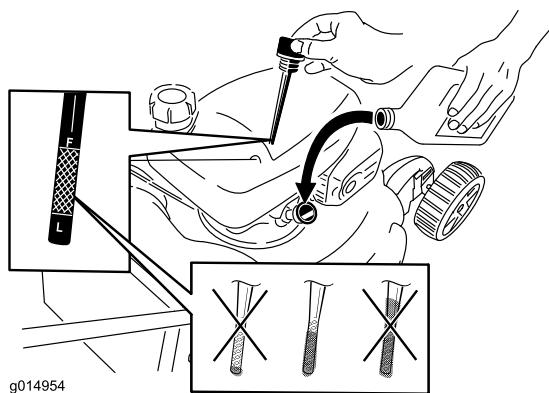

Figura 15
1. Togliete l'asta di misurazione del livello dell'olio, asciugatela ed inseritela a fondo nel foro (Figura 15).
2. Estraete l'asta e controllate il livello dell'olio (Figura 15). Se il livello dell'olio è inferiore alla tacca **Add** sull'asta, versate lentamente dell'olio nel foro del bocchettone fino a portarne il livello alla tacca **Full** sull'asta. **Non riempite troppo.** (Riempimento massimo: 0,59 litri, tipo: olio detergente SAE 30 con service classification API SF, SG, SH, SJ, SL o superiore.)